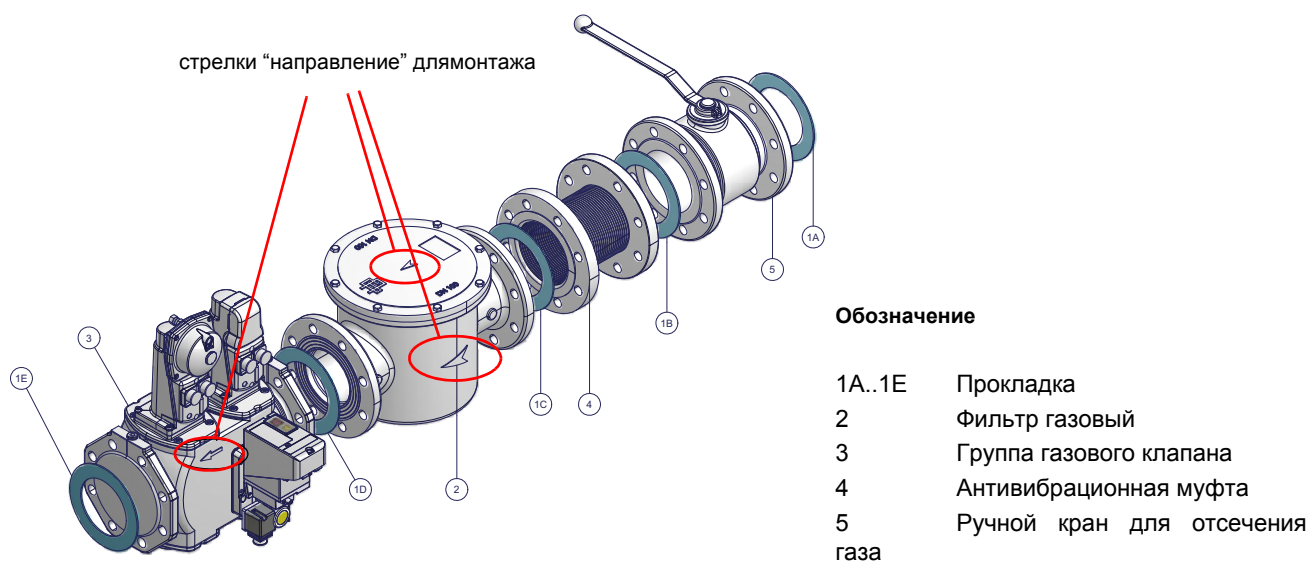

Рис. 6 - Пример газовой рампы
- б) при фланцевых соединениях: между соседними компонентами устанавливать прокладку (1A..1E - Рис. 6), совместимую с используемым газом,
ВНИМАНИЕ: после монтажа газовой рампы согласно схеме на Рис. 6, необходимо провести тестирование на герметичность газового контура, согласно требований действующих нормативов.